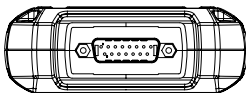

Abbildung 2.1.2
7. DB15 Stecker : Der Stecker wird zur Verbindung mit dem OBD-II-Diagnosekabel verwendet. (Siehe Abbildung 2.1.2)